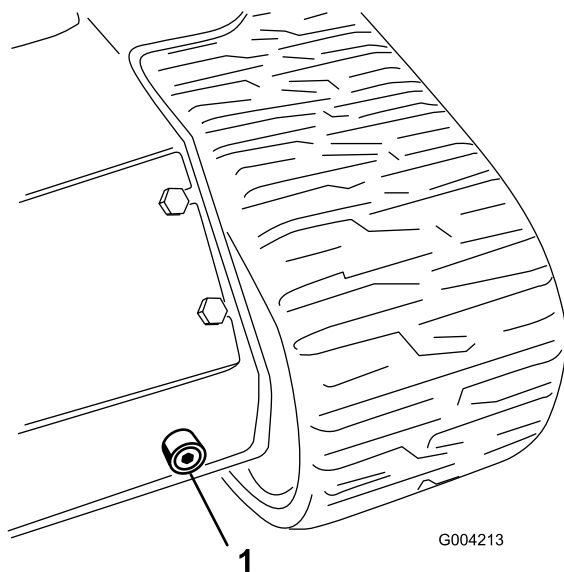

Figura 58
6. Collocare una bacinella di spurgo grande (capacità 56,8 litri) sotto il tappo di spurgo, nella parte anteriore del trattore (Figura 58).
7. Togliere il tappo di spurgo e lasciare defluire l'olio nella bacinella (Figura 58).